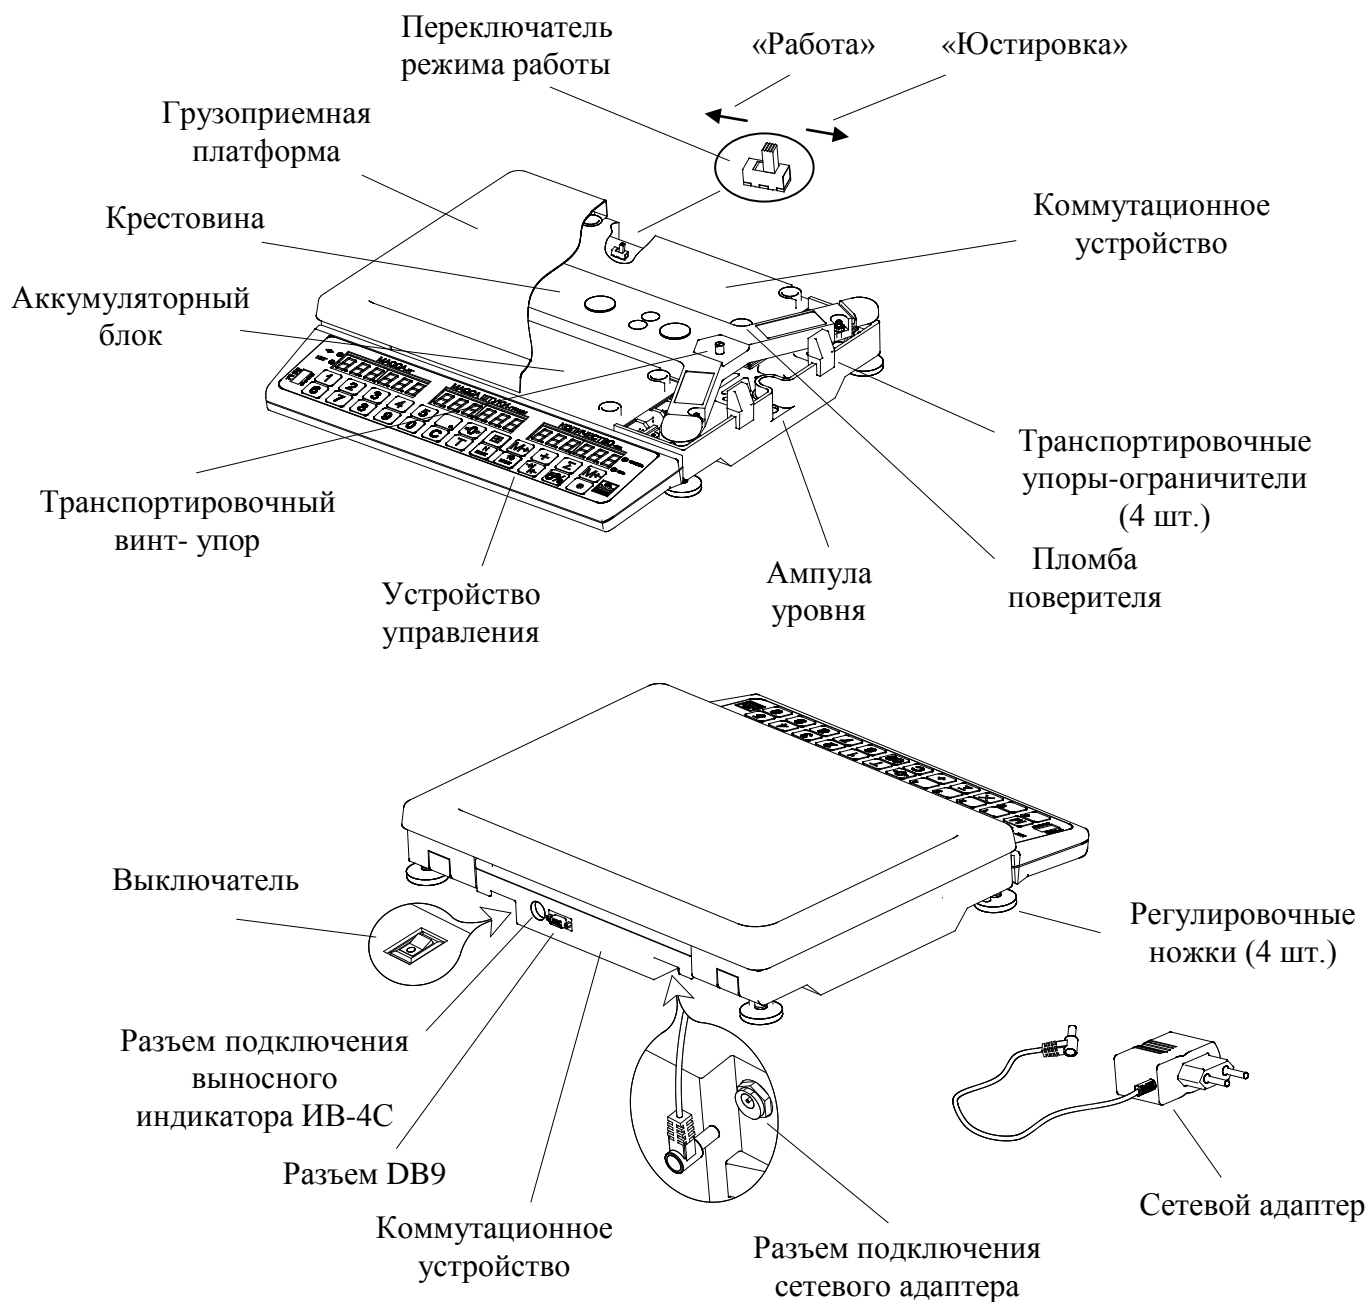
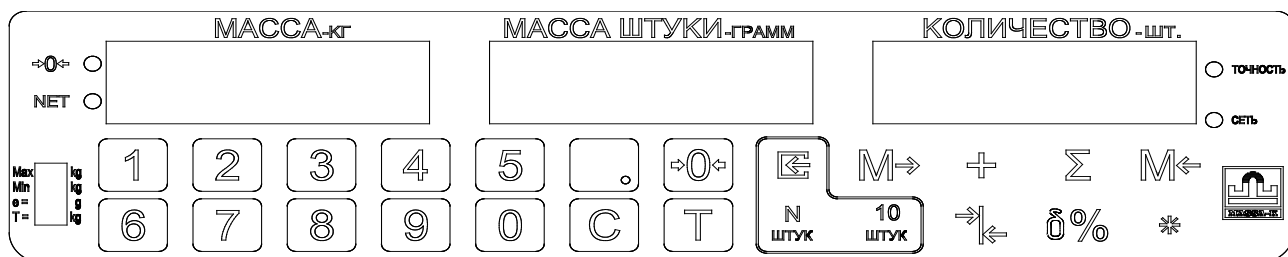

Рис. 5.1 - Весы МК\_C21
Рис. 5.2 - Панель управления
Конструкция весов представлена на Рис. 5.1. Расположение элементов индикации и клавиатуры приведено на Рис. 5.2.
6.2 Снять грузоприемную платформу с весов и убрать транспортировочные упоры - ограничители (Рис. 5.1).